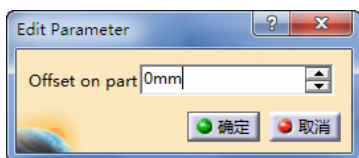

图 5-42 定义零件余量 (3)
- 定义零件余量 (3)。双击 “Multi-Axis Contour Driven.1” 对话框中的 “Offset on part”, 弹出 “Edit Parameter” 对话框, 可设置余量大小为 “0mm”, 如图 5-42 所示。